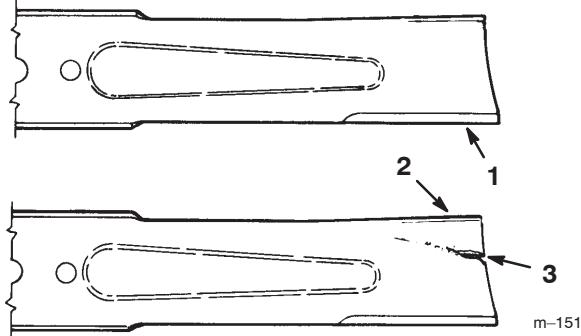

Figure 35
- Inspectez les tranchants des lames (Fig. 35). Si les lames ne sont pas tranchantes ou si elles présentent des indentations, déposez-les et aiguisez-les (voir Aiguisage des lames, page 35).
- Inspectez les lames, surtout la partie incurvée (Fig. 35). Remplacez immédiatement toute lame endommagée, usée ou qui présente une entaille (repère 3 de la Fig. 35).